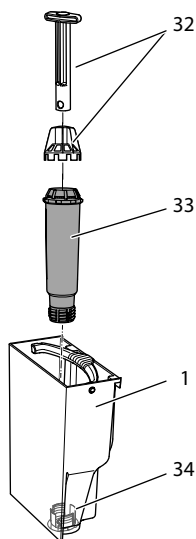

Рис. 19: Завинчивание и отвинчивание фильтра для воды
- Снимите фильтр для воды (см. Рис. 19 на стр. 309).
- Вставьте новый фильтр в контейнер для воды (см. *Рис. 19*).
3. Извлеките фильтр для воды (см. Рис. 19).